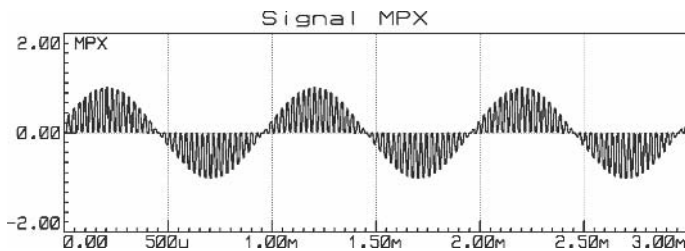

Figure 7.4
**Tentatoo** – Eh bien, vous auriez ce qui est visible en **figure 7.4**.